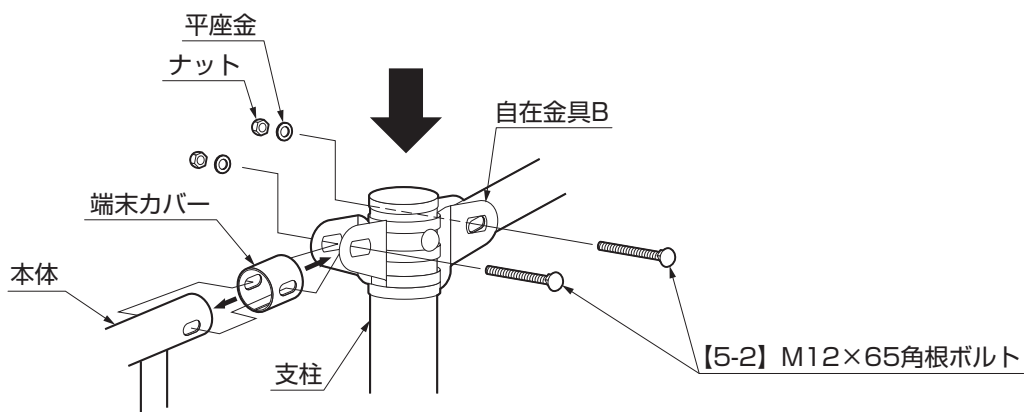

図7-2
③端末カバーを本体端部にはめてください。(図7-2参照)
④自在金具に本体を【5-2】で固定してください。
⑤本体を取付けた後、自在金具を【5-1】で締付け固定してください。